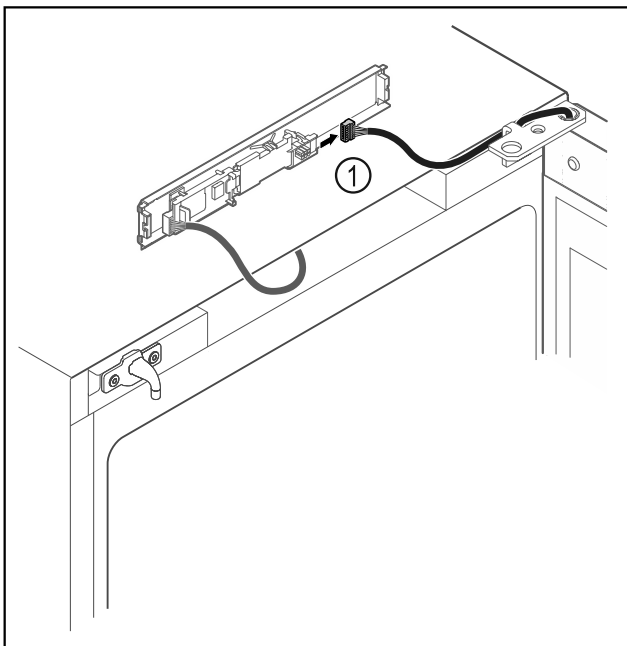

Fig. 4
- ▶ Húzza ki a dugót Fig. 4 (1) a NYÁK-ból.